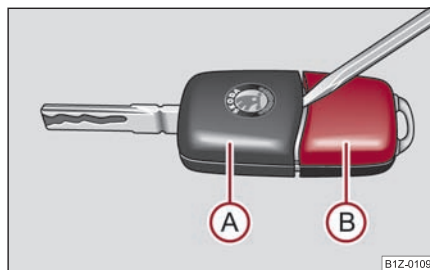

Fig. 38 Desfacerea cheii cu telecomandă
Fiecare cheie conține o baterie, care se găsește în capacul carcasei emițătorului (B) ⇒ pagina 42, fig. 38. Vă recomandăm să vă adresați unei unități autorizate pentru înlocuirea bateriei telecomenzii. Dacă doriți totuși să înlocuiți singur bateria, procedați în felul următor:
- Desprindeți cheia (A) ⇒ pagina 42, fig. 38 cu ajutorul unei șurubelnițe subțiri de carcasa (B).